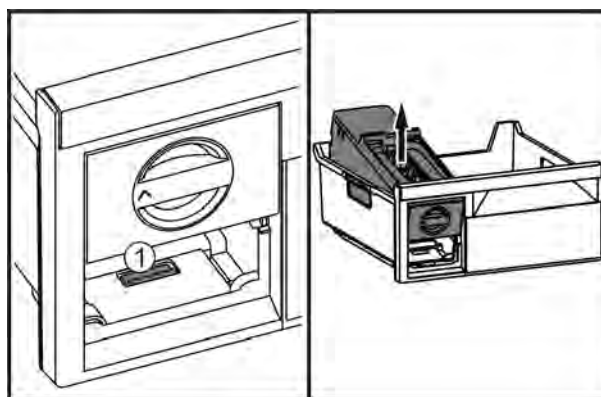

Fig. 37
- ▶ Нажать на накладку Fig. 37 (1), EasyTwist-Ice поднять сзади и вынуть из выдвижного ящика морозильника.